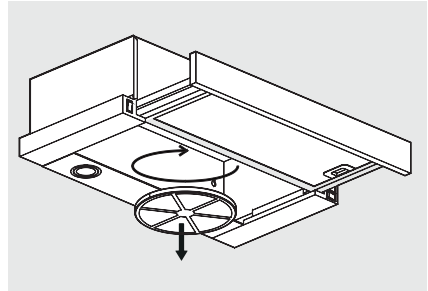

Figura 15.
- Para modo recirculante, instale el filtro de carbón. Para ensamblarlo, ubíquelo como se muestra en la Figura 15 y gire en el sentido de las manijas del reloj hasta que haga click; para quitarlo gírelo en el sentido contrario de las manijas del reloj hasta que se afloje completamente.